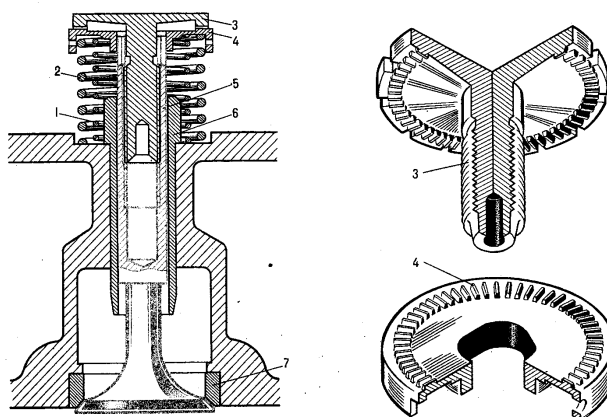
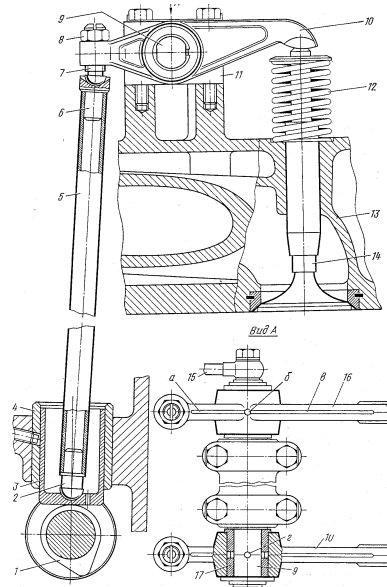
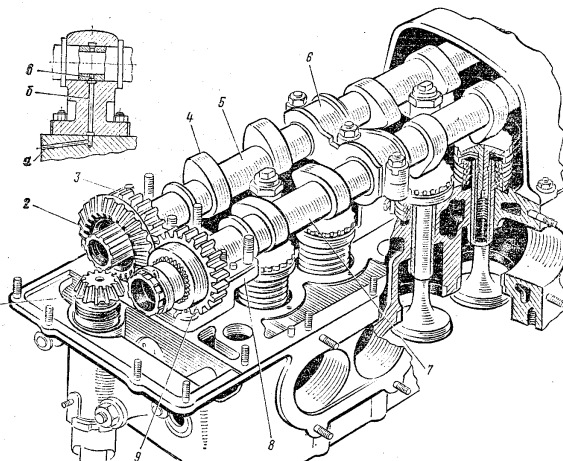

Рисунок 3 - Клапан высокооборотного дизеля с верхним расположением распределительного вала
Рисунок 5 - Клапанный привод двигателя Ч18/22 с нижним расположением распределительного вала
Рисунок 6 - Распределительный вал двигателя типа Дб
2. При регулировании теплового зазора поршень устанавливается в В.М.Т. на такте сжатия. В этом случае между торцом штока и клапанным рычагом (см. рис.5) или между кулачной шайбой и тарелкой клапана при верхнем расположении распределительного вала (см. рис.6) образуется тепловой зазор, значение которого определяется с помощью щупа.
3. В приводах с верхним расположением распределительного вала для увеличения теплового зазора смещают вниз замковую тарелку 4 (см. рис.3) и ввертывают тарелку 3 в шток клапана 5, для уменьшения зазора, наоборот, вывертывают тарелку 3 из штока. В приводах клапанов с нижним расположением распределительного вала величина зазора устанавливается с помощью винта 6 (см. рис.5), при ввертывании винта зазор уменьшается, при вывертывании винта зазор увеличивается. Схема регулировки теплового зазора, представлена на рисунке 7.